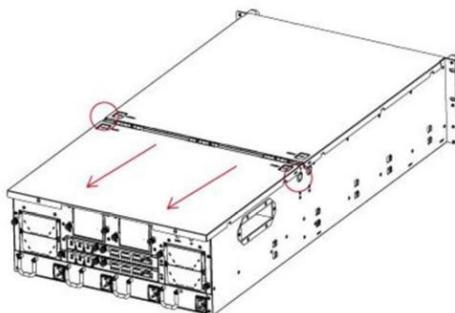

Рисунок 162. Снятие задней верхней крышки
- 2) Сдвиньте заднюю крышку в направлении задней стенки корпуса, а затем снимите ее с корпуса модуля хранения (см. Рисунок 162).